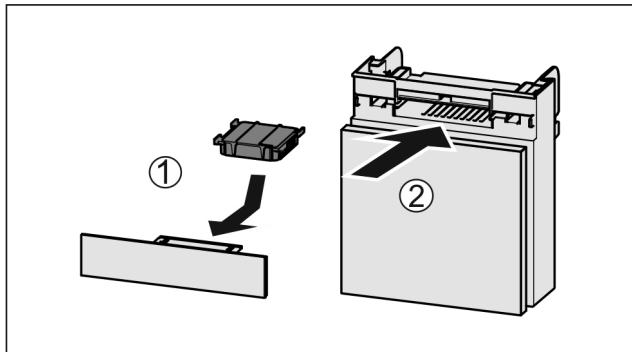

Fig. 186
- Установите фильтр с активированным углем, как показано на рисунке Fig. 186 (1).
- Вставьте отделение Fig. 186 (2).